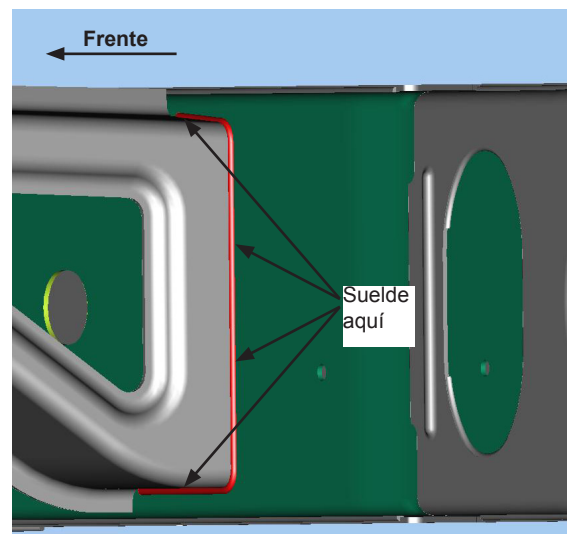

Figura 4
5. Suelde completamente el travesaño a lo largo del borde vertical delantero y a través de la parte superior e inferior como se muestra. Figura 4.